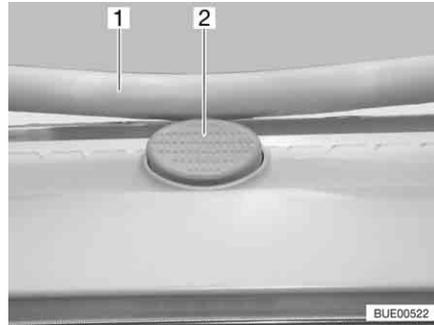

Bild 18 Sicherungsknopf an der Kipp-Dachhaube
- Den Sicherungsknopf (Bild 18,2) drücken und den Bügel (Bild 18,1) mit beiden Händen nach unten ziehen.
- Den Bügel mit beiden Händen nach oben drücken, bis der Bügel oberhalb des Sicherungsknopfes (Bild 18,2) liegt.